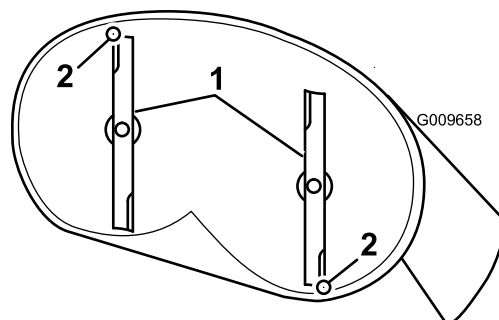
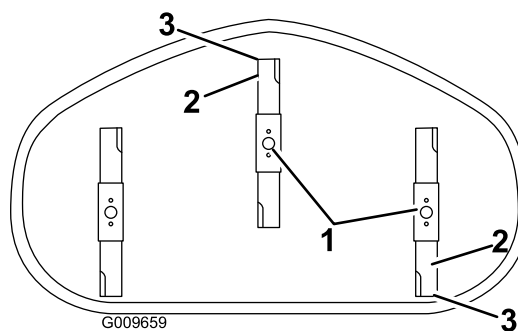

Figure 62
Figure 63
4. Faites pivoter les lames avec précaution pour faire passer les pointes avant à l'arrière (Figure 62 et Figure 63).
5. Mesurez la distance entre la pointe de la lame avant et la pointe de la lame arrière par rapport à la surface plane (Figure 62).
7. Une fois le réglage effectué, vérifiez à nouveau l'inclinaison avant/arrière des lames ; continuez d'ajuster l'écrou jusqu'à ce que la pointe avant de la lame soit de 1,6 à 7,9 mm plus bas de la pointe arrière (**Figure 62**).